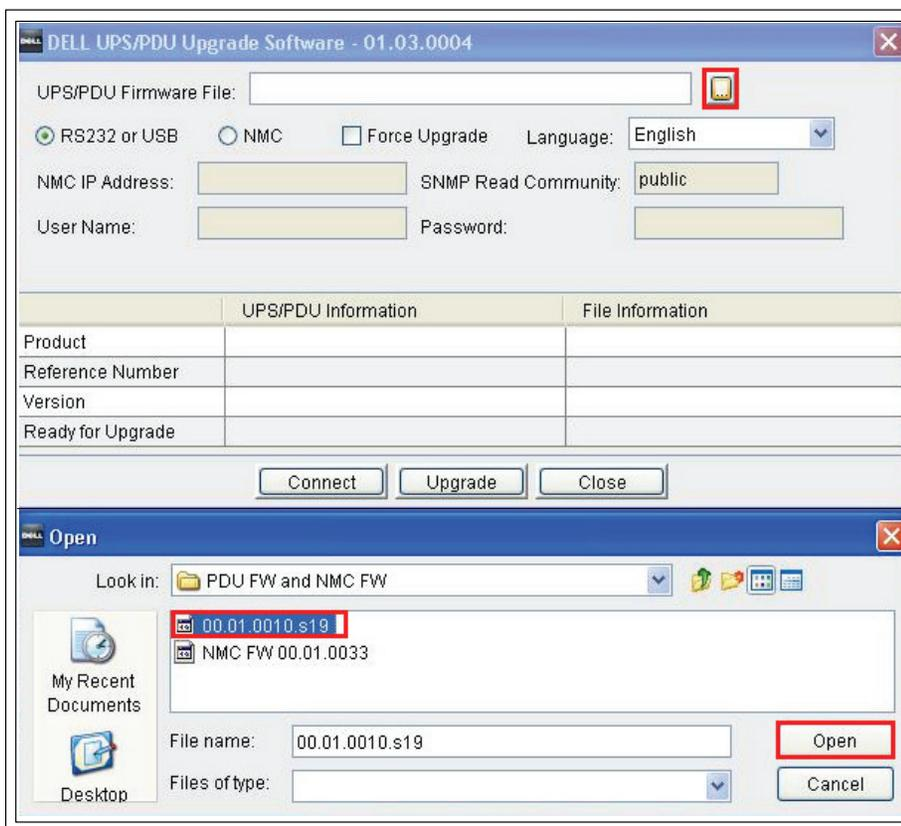

Figure 27. Sélection du fichier du micrologiciel MCU
- 5 Cliquez sur Browse à côté du champ **UPS/PDU Firmware File**. Dans la liste de fichiers qui s'affiche dans la fenêtre **Open**, sélectionnez le fichier de mise à niveau avec la version appropriée du micrologiciel pour la mise à niveau (voir Figure 27).